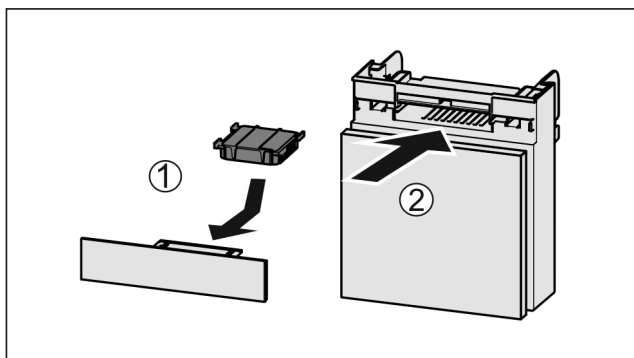

Fig. 73
- ▶ Filtr s aktivním uhlím vložte podle vyobrazení Fig. 73 (1).
- ▶ Zásuvku zasuněte Fig. 73 (2).